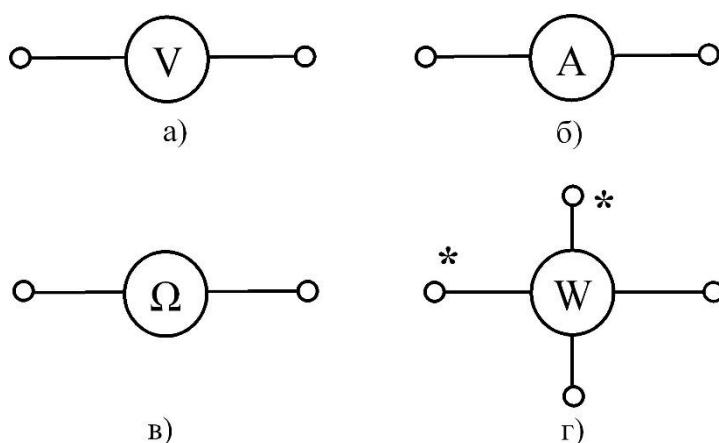

Рис. 6.1 – Умовні позначення на електричних схемах: а – вольтметр, б – амперметр, в – омметр, г – ватметр
**Вимірювання напруги.** Напруга вимірюється **вольтметром**. Умовне позначення вольтметра на електричних схемах приведено на рис. 6.1.а. Вольтметр вмикається паралельно ділянці кола, напруга на якій вимірюється.
**Вимірювання сили струму.** Сила струму вимірюється **амперметром**. Умовне позначення амперметра на електричних схемах приведено на рис. 6.1, б. Амперметр вмикається послідовно ділянці кола, сила струму в якій вимірюється (рис. 1.3).
Другим способом вимірювання опору є застосування спеціального приладу – **омметра**. Умовне позначення омметра на електричних схемах приведено на рис. 6.1, в. Залежно від конструкції омметр вмикається послідовно або паралельно ділянці кола, опір якої вимірюється.
Для безпосереднього **вимірювання активної потужності однофазного кола змінного струму** застосовують спеціальний прилад – **ватметр**. Умовне позначення ватметра на електричних схемах приведено на рис. 6.1, г. Ватметр відноситься до приладів електродинамічної системи, має дві обмотки (струмову обмотку та обмотку напруги) та, відповідно, чотири затискачі (виводи) для підключення в електричне коло. Два затискачі називаються генераторними (позначаються зіркою), інші два затискачі служать для підключення навантаження. При помилковому вмиканні затискачів стрілка ватметра буде відхилятися у зворотному напрямку.